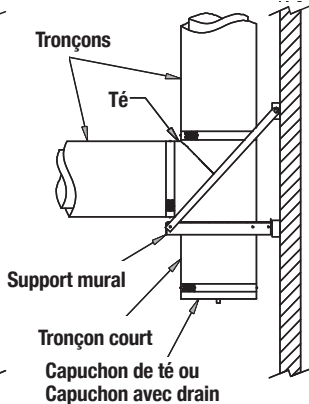

Figure 10 - Té supporté par la base
- S'il est impossible de suspendre le té, il peut être supporté à la base (voir Figure 10). Quand cela s'avère nécessaire, un tronçon court peut être installé entre le té et le capuchon du té ou du drain afin de faciliter l'inspection et le nettoyage.